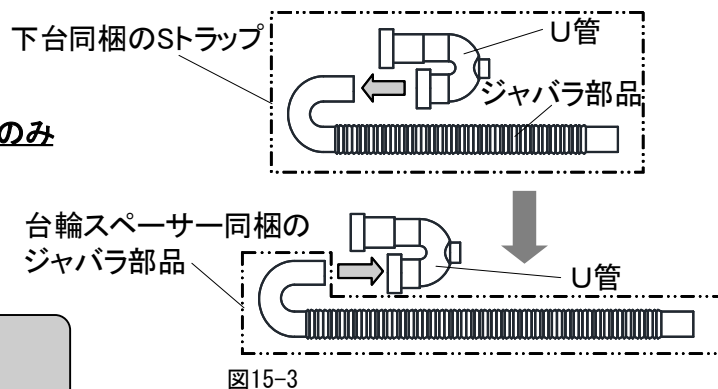

図15-3
- ①下台に同梱しているストラップのジャバラ部品をU管からはずしてください。(図15-3上)
- ②台輪 Spacer (本品)に同梱しているジャバラ部品をU管に取り付けてください。(図15-3下)